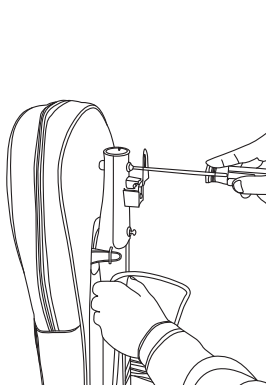

Fig. 1
1. Suelte el soporte del mango del tubo del mango quitando los dos tornillos (Fig. 1).